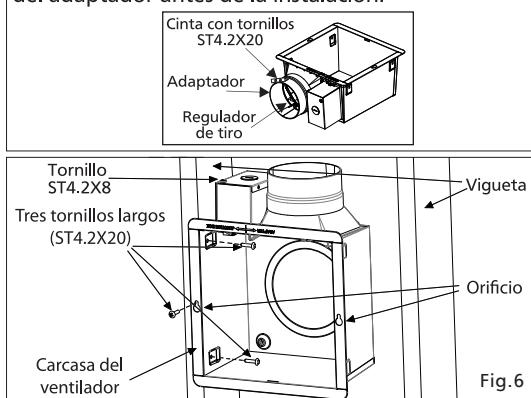

Fig.6
1. Fije la carcasa del ventilador a la vigueta con 3 tornillos largos (ST4.2X20) fijando un tornillo en la parte frontal de la vigueta primeramente, cuelgue la carcasa del ventilador a través del orificio y, a continuación, apriete el tornillo, fije los otros 2 tornillos. (Fig. 6)